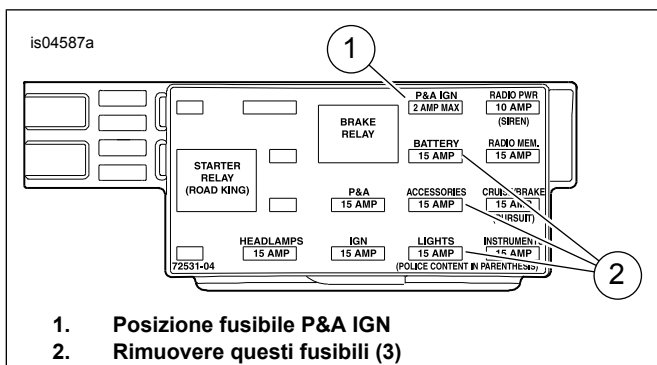

Figura 13. Cavità del fusibile P&A IGN (modelli Touring dal 2004 al 2007)
3. **Modelli 2004-2007:** vedere Figura 13. Individuare la cavità del fusibile contrassegnata con "P&A IGN", "2 A MAX" (1). Estrarre i tre fusibili (2) attualmente installati in questa fila, prendendo nota della loro posizione.
2. Prendere dal kit il filo arancione/bianco dell'adattatore del pannello fusibili (17). In ciascuna estremità, prendere nota del terminale (vedere Figura 13, **vista superiore**). In questa cavità del fusibile si inserisce solo il terminale **CON le linguette elastiche**. Tagliare con attenzione il terminale **SENZA** le linguette elastiche via dal filo ed eliminarlo.